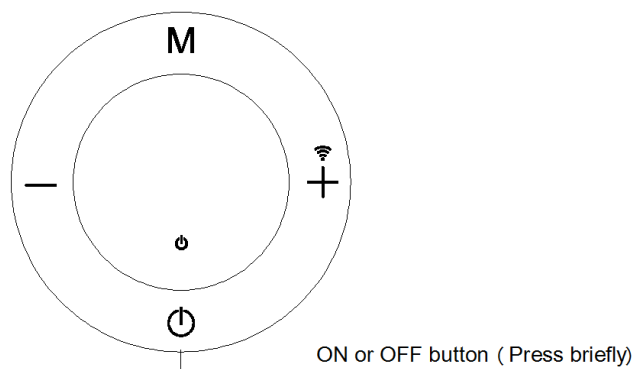
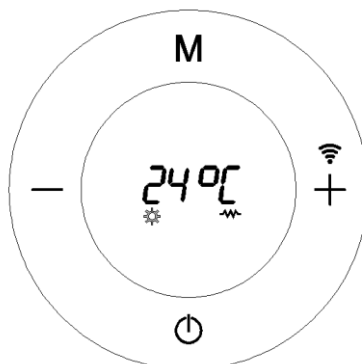
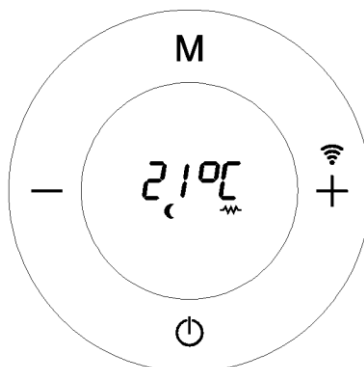
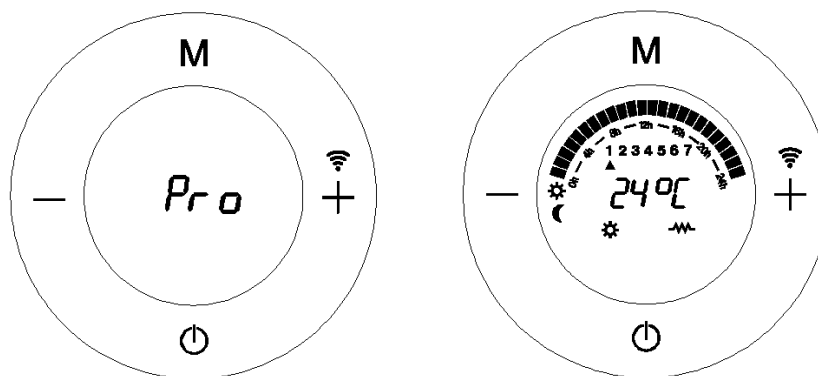

Fig. 9
Fig. 10
Fig. 11
Fig. 12
Prima  **(Fig. 9)** para ativar o aquecedor e um destes ecrãs irá surgir num dos quatro modos abaixo. **(Fig. 10, Fig. 11, Fig. 12)**
1. Modo Conforto. (Fig. 10)
2. Modo Economia. (Fig. 11)
3. Modo Programação: (Fig. 12)